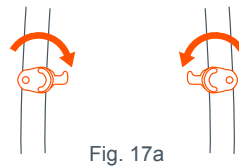

Fig. 17a
17)• Recline el asiento completamente hacia atrás y gire las lengüetas de soporte del armazón del carrito (Fig 17a).